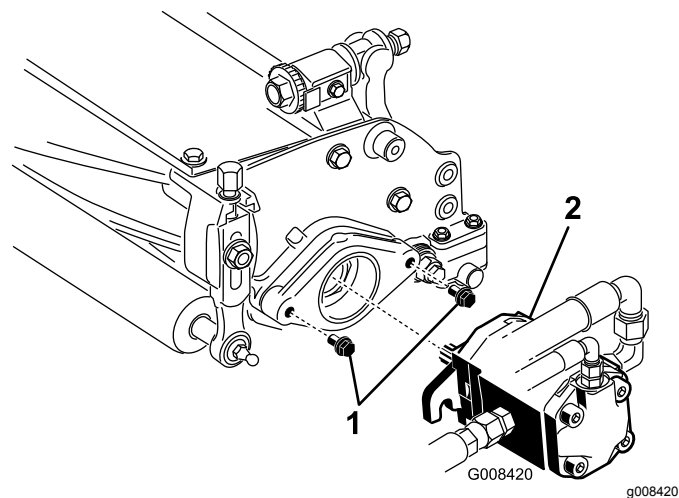

Figura 11
7. Asegúrese de que quedan aproximadamente 13 mm de rosca a la vista en cada perno de montaje del motor de transmisión del molinete (Figura 11).
8. Recubra de grasa limpia el eje del motor e instale el motor girándolo en sentido horario de manera que las bridas del motor no choquen con los espárragos. Gire el motor en sentido antihorario hasta que las bridas rodeen los espárragos (Figura 11).
9. Apriete los pernos de montaje (Figura 11).